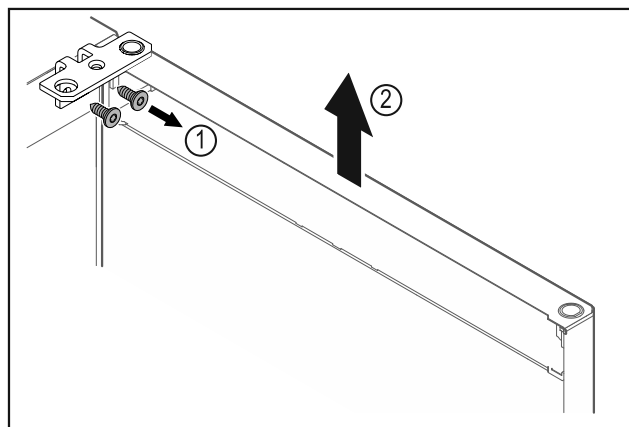

Fig. 9
- Odšroubujte úhelník závěsu Fig. 9 (1).
► Zvedněte dvířka včetně úhelníku závěsu Fig. 9 (2) přibližně 200 mm rovně směrem nahoru a vyjměte je.